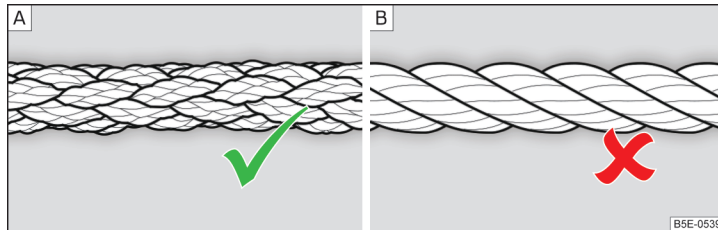

Abb. 353 Geflochtenes Abschleppseil / Gewundenes Abschleppseil
Zum Abschleppen mittels eines Abschleppseils nur ein geflochtenes Kunstfaserseil » Abb. 353 - [A] verwenden » !.
- Zum Abschleppen ist kein gewundenes Abschleppseil zu verwenden » Abb. 353 - [B], die Abschleppöse könnte sich am Fahrzeug herausdrehen - es besteht Unfallgefahr.